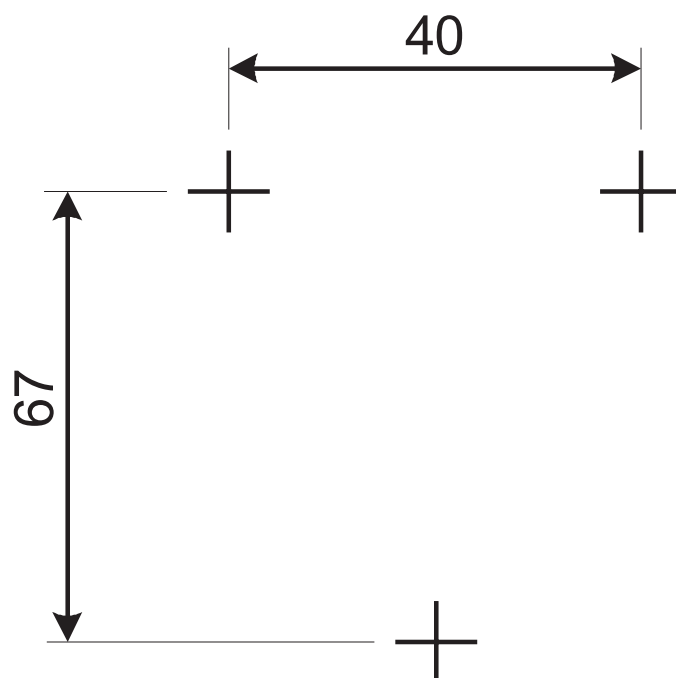

Рисунок 12. Эскиз посадочных мест для крепления корпуса прибора
2.5.1.1. Установите прибор на стене внутри или снаружи охраняемого объекта. Установку на стене произведите в соответствии со схемой разметки, приведенной на *рис. 12*. Закрепите элементы крепления (3 шпильки диаметром 6 мм и длиной 80 мм) на несущей вертикальной поверхности с расчетом, чтобы нижний край находился на высоте около 1,6 м от поверхности пола.